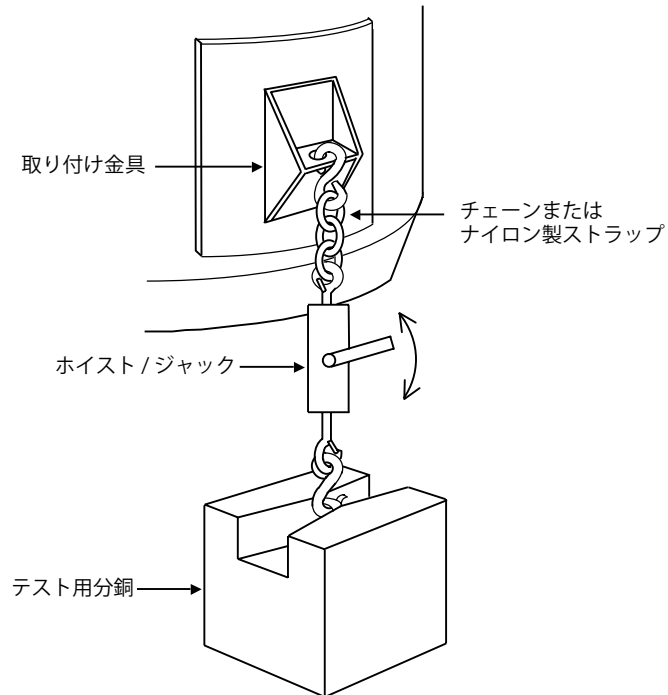

図 22: テスト用分銅を吊り下げたタンク校正
- 1. テスト用分銅。**テスト用分銅の使用は最も高精度な方法ですが、(商取引適合認定済みの)商業スケールを校正する必要があります。スケールが小さい場合、計量による校正は容易ですが、スケールひょう量が増加するにつれ、困難かつ非実用的になってしまいます。タンクや容器には分銅を搭載する平らな天板がないため、あらかじめ搭載方法を検討する必要があります。たとえば図 22 に示すように、分銅を吊り下げられるようタンクの側面に金具を装着します。